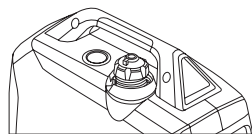

Fig. 5
4. Rotiți butonul de comandă al clapetei de aer în poziția „START” (fig. 5).
6. Rotiți butonul de comandă al clapetei de aer în poziția „RUN” (fig. 5).